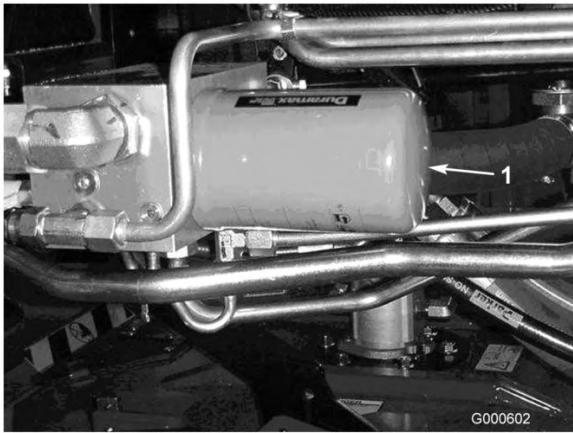

図 57
2. フィルタ容器の周辺をウェスできれいにぬぐう。フィルタ（図 56と図 57）の取り付け部周辺をきれいにふき、下に廃油受けを用意し、フィルタを外す。